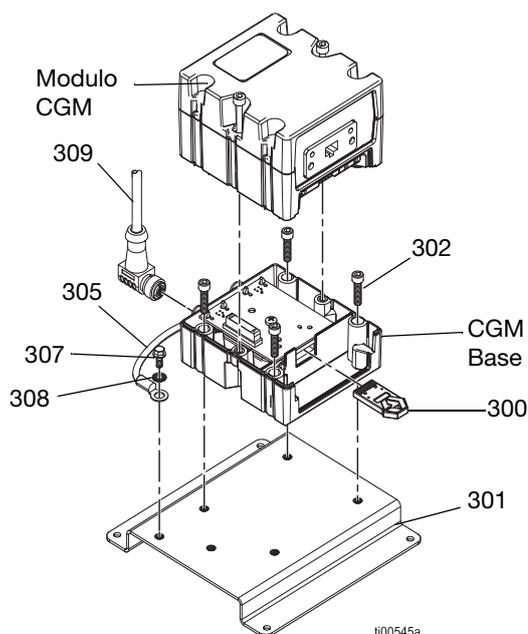

FIG. 111: Gruppo CGM
2. Installare la rondella (303) e la vite di messa a terra (304) attraverso l'altra estremità del filo di messa a terra (305). Fissare la vite di messa a terra (304) alla piastra di montaggio (301). Vedere FIG. 111.